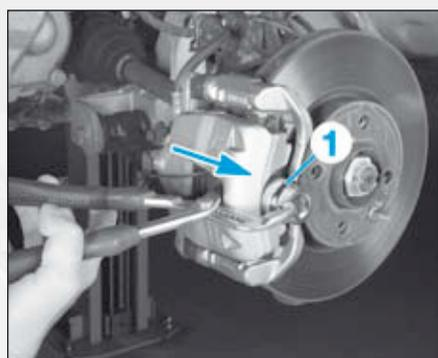

FIG.1
- Comprimer légèrement le piston en tirant l'étrier de frein à l'aide d'une pince munie d'une entretoise (1) en appui sur la plaquette de frein (Fig.1).